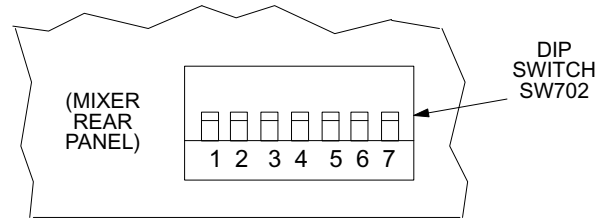

FIGURA 3
**NOTA:** Las posiciones de los interruptores y sus efectos se muestran en la Figura 3 y también en la etiqueta de la mezcladora.